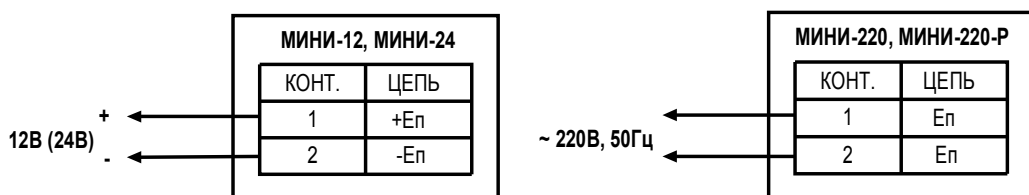

Рис.1. Схемы подключения.
- 3.2. Подключение изделий должно выполняться в соответствии со схемой (рис. 1.).